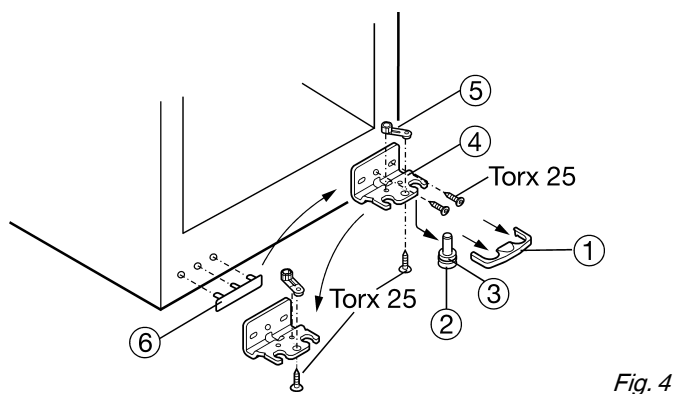

Fig. 4
- ▶ Irrota alhaalla oleva suojus Fig. 4 (1) vetämällä sitä eteenpäin.
- ▶ Vedä laakeritappi Fig. 4 (2) irti alaspäin ja samalla eteenpäin vetäen. Varo saranaholkkeja Fig. 4 (3).
- ▶ Kierrä laakerointi Fig. 4 (4) irti.
- ▶ Kierrä laakerointikappale Fig. 4 (5) irti ja aseta se vastapäiseen kiinnitysreikään, kiristä se.
- ▶ Nosta kahvan puoleinen suojus Fig. 4 (6) varoen irti ja kiinnitä se vastakkaiselle puolelle.
- ▶ Kiinnitä laakerointi Fig. 4 (4) uudelle saranapuolelle, ota tarvittaessa avuksi akkuruuvinväännin, kiinnitys pitkittäisen ja pyöreän reiän varaan.
- ▶ Kiinnitä alhaalta päin laakeritappi Fig. 4 (2) ja saranaholkki Fig. 4 (3) paikalleen oven kiinnityspisteeseen.
- ▶ Oven asentoa voi tarvittaessa korjata siirtämällä ovea laakeroinnin Fig. 4 (4) varassa pitkittäisrei'issä samaan tasoon laiterungon kanssa, ruuvit kiristetään lopuksi.
- ▶ Aseta suojus Fig. 4 (1) taas paikalleen.